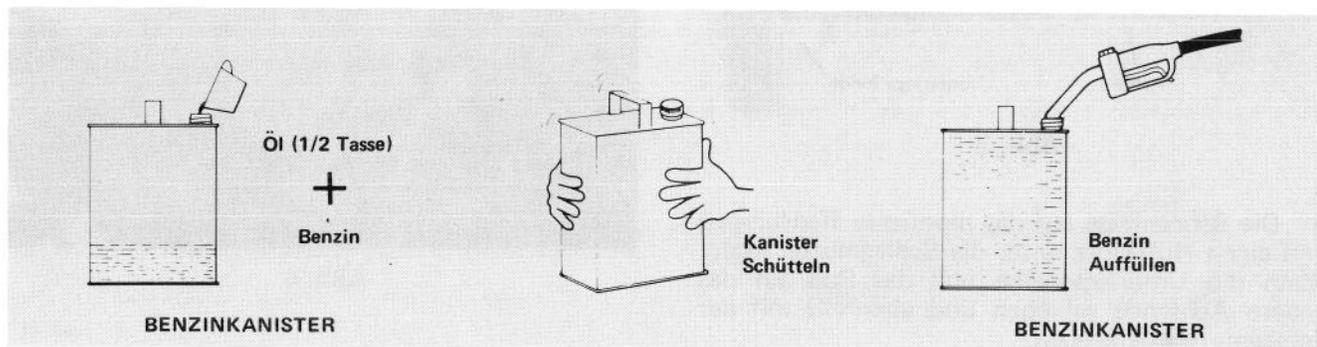

Abb. 5
1. Ungefähr 1 Liter Normalbenzin in einen Benzinkanister geben (Abb. 5).
2. 1/2 Tasse (90 cm³) Zweitaktöl in den Benzinkanister giessen (Abb. 5). Kein Mehrbereichsöl verwenden.
3. Den Kanister kräftig schütteln, damit sich das Öl mit dem Benzin vermischt (Abb. 5). Nicht vergessen, den Kanister vorher zu verschliessen.